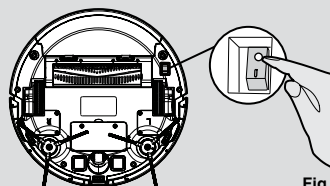

Fig. 9
Accendere il Robot, premendo l'interuttore ON/OFF nella parte inferiore (I). **[Fig. 9]** Appoggiarlo di fronte alla stazione di ricarica.
1. Premere l'interruttore di accensione ON/OFF posto sotto il robot. **[Fig. 9]**